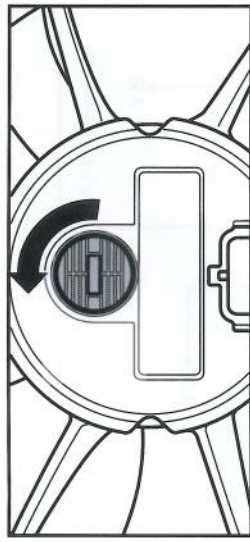

Abb. 1: Verschlusskappe öffnen
- > Entfernen Sie die Verschlusskappe vom Ventilator, siehe Abb. 1: Verschlusskappe öffnen.